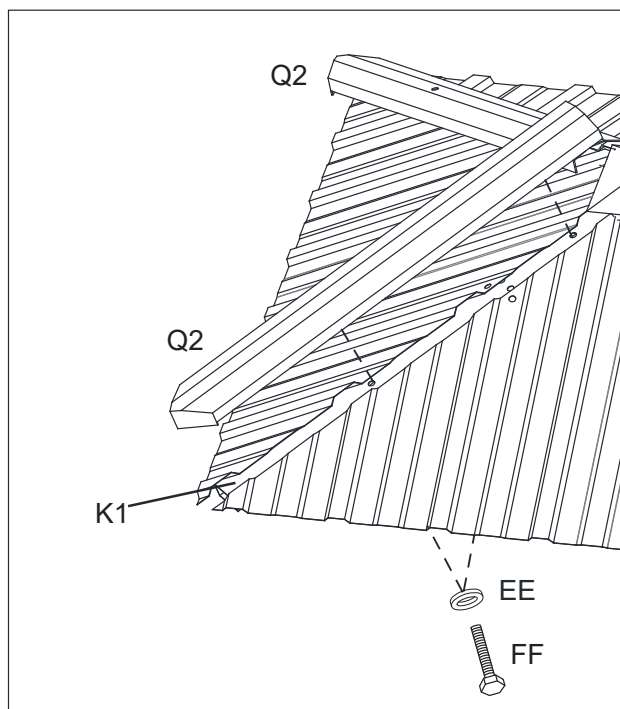

Figure 13-1
13.1. Attacher la garniture d'angle de l'évent de toit (Q2) au support d'angle de l'évent de toit (K1) à l'aide du boulon (FF) et de la rondelle (EE). Voir la figure 13-1.